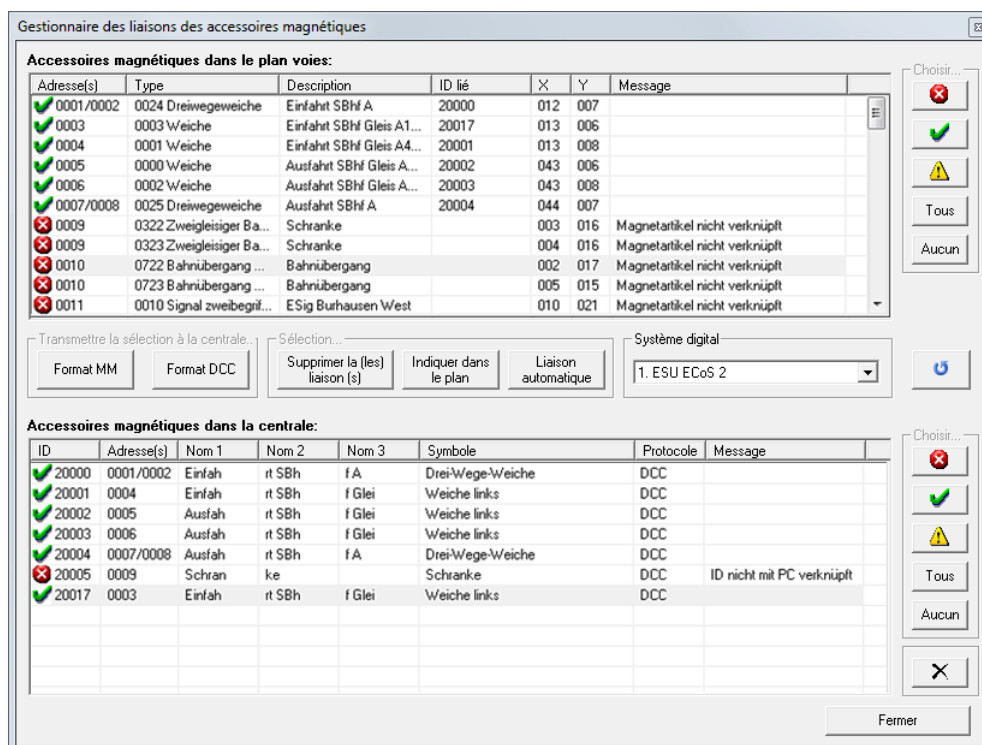

Fig. 5.57 Le gestionnaire des liaisons des accessoires magnétiques
-  Créer dans la centrale, soit au format MM soit au format DCC, le nouvel accessoire magnétique sélectionné. Ceci n'est possible que pour les enregistrements marqués d'un X rouge, afin d'exclure le risque de dysfonctionnement dû à des enregistrements en double. La sélection d'un symbole précis est également possible, comme cela est proposé dans la fenêtre de saisie des accessoires magnétiques (voir la Fig. 5.57).